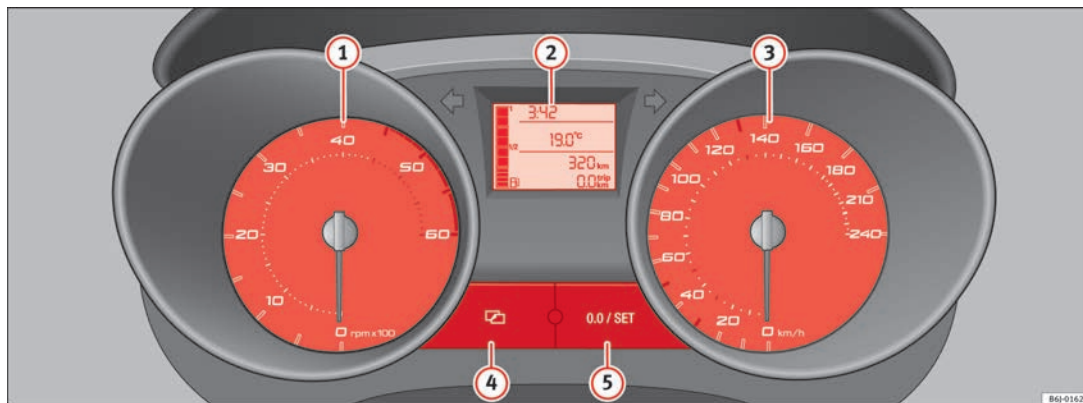

Fig. 30 Détail de la planche de bord : tableau de bord
Le début de la zone rouge du compte-tours ⇒ fig. 30 ① représente, pour chaque vitesse, le régime maximal autorisé du moteur à sa température normale de fonctionnement. Il est recommandé d'engager la vitesse immédiatement supérieure, d'enclencher le levier sélecteur en position D ou de lever le pied de l'accélérateur avant que l'aiguille n'atteigne cette zone.
- Pour régler les heures, appuyez sur la touche **(4)** ⇒ fig. 30. L'option « heures » clignotera sur l'afficheur et elle est réglable grâce au bouton **(5)** « set » ⇒ fig. 30.